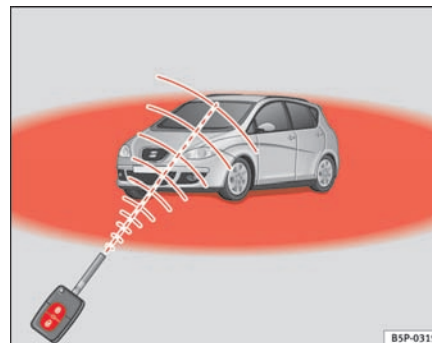

Fig. 65 Radio de acción del mando a distancia por radiofrecuencia
- El mando a distancia por radiofrecuencia funciona únicamente dentro de su radio de acción ⇒ **página 105, fig. 65** (zona roja).